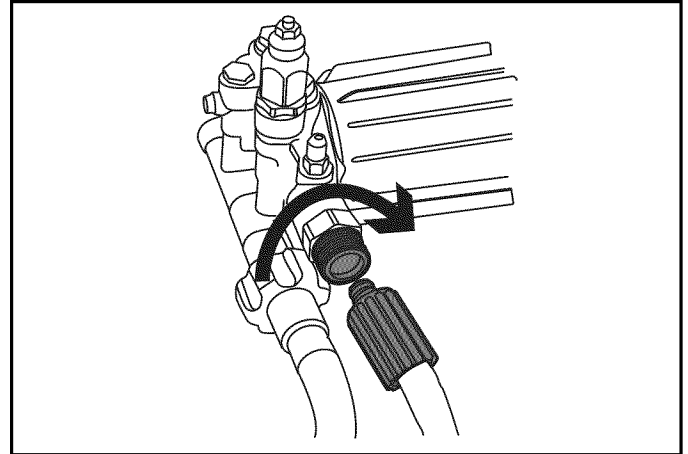

Figure 4-15. Raccorder le tuyau à haute pression à la pompe
6. Raccordez le tuyau à haute pression à la pompe (déroulez le tuyau avant de le raccorder à la pompe ou au pistolet de pulvérisation) (Figure 4-15). Serrez à la main.